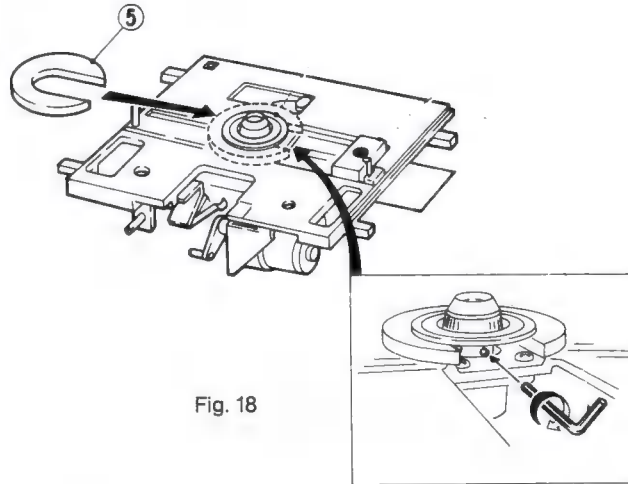

Fig. 18
Lagerblock durch den Schlitten führen, um 90° drehen und in der Aufnahmebohrung der Grundeinheit fixieren. Die 4 Befestigungsschrauben über Kreuz anziehen. Motor auf Leichtgängigkeit prüfen. Plattenaufnehmer 16 auf die Motorachse setzen und den Abstand mit Einstelllehre ⑤ fixieren, Innensechskantschrauben anziehen (Fig. 18). Feder und Aufnehmer 18 und 19 montieren und mit Schraube (Achtung Linksgewinde) anziehen.